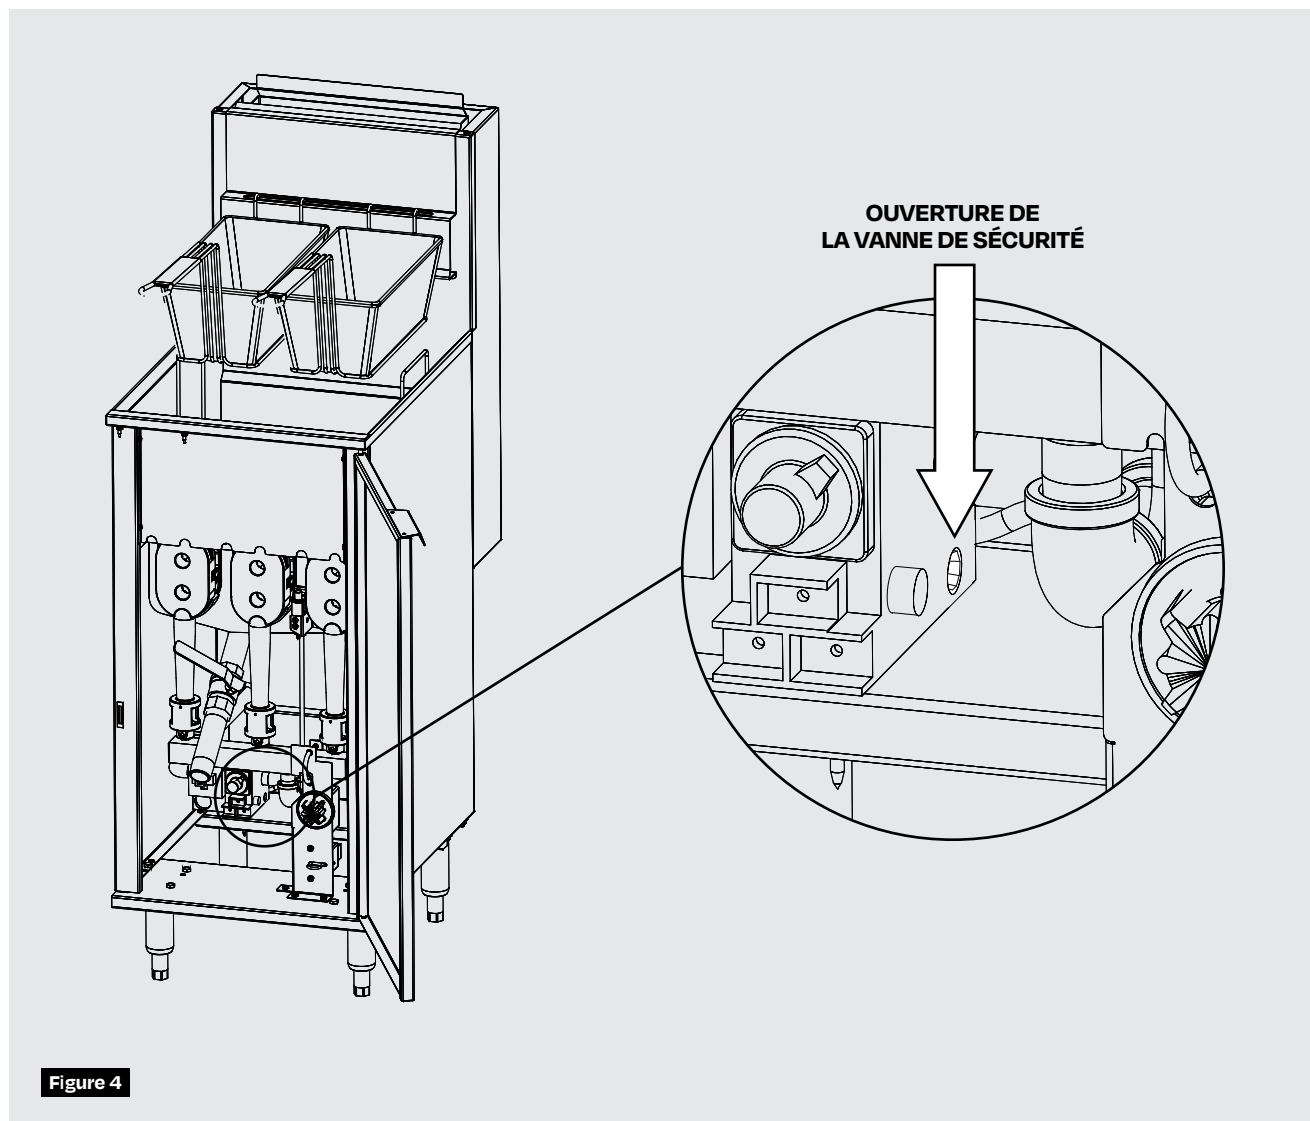

Figure 4
1. Pour mesurer la pression de gaz, utiliser l'ouverture désignée sur la vanne de sécurité. **(Figure 4)**